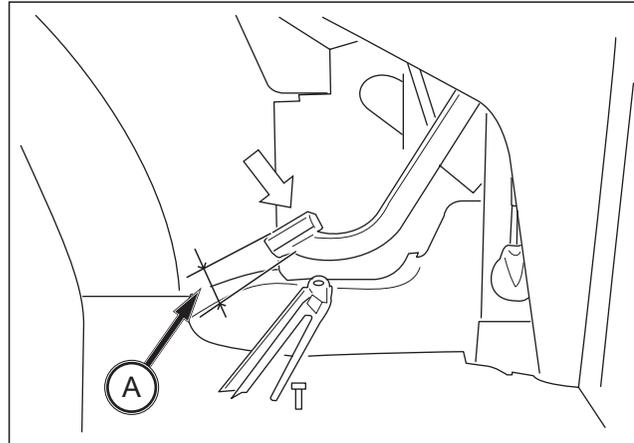

FIG. 175
**FIG. 175 :** Désolidarisez les pédales et contrôlez la garde de chaque pédale de frein. La garde correcte (A) de chaque pédale de frein est comprise entre 30 et 35 mm.